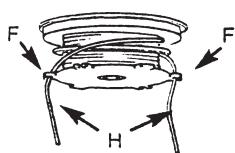

Bilde 17.
1. Vri mutteren/låserattet (A) moturs og fjern den (bruk hånden eller den medfølgende nøkkelen).
2. Fjern spole (B) og fjær (C) fra spindelen (D).
3. Fjern gjenværende tråd (H).
4. Mål opp og kapp deretter en trimmertråd (\varnothing 2mm) til en lengde av 8,6 meter, brett den på midten så du har to ender som er 4,3 meter lange, plasser midten med bøyen i et av sporene i skiven som deler spolen. Se bilde 17.